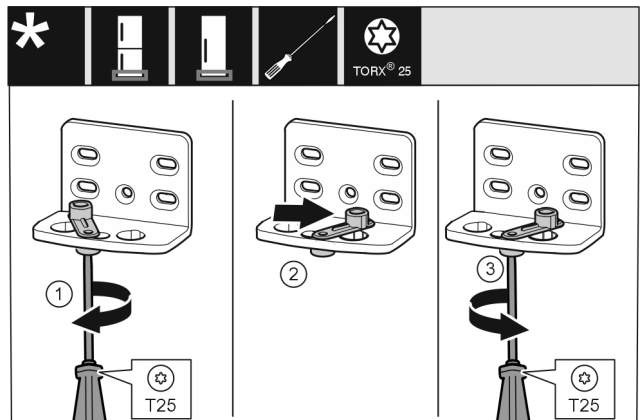

Fig. 10
- ▶ Skrutkovačom T25 voľne zaskrutkujte skrutku. Fig. 10 (1)
- ▶ Pomôcku na zatváranie dverí zdvihnite a otočte o 90° doprava v otvore. Fig. 10 (2)
- ▶ Skrutkovačom T25 pevne zaskrutkujte skrutku. Fig. 10 (3)